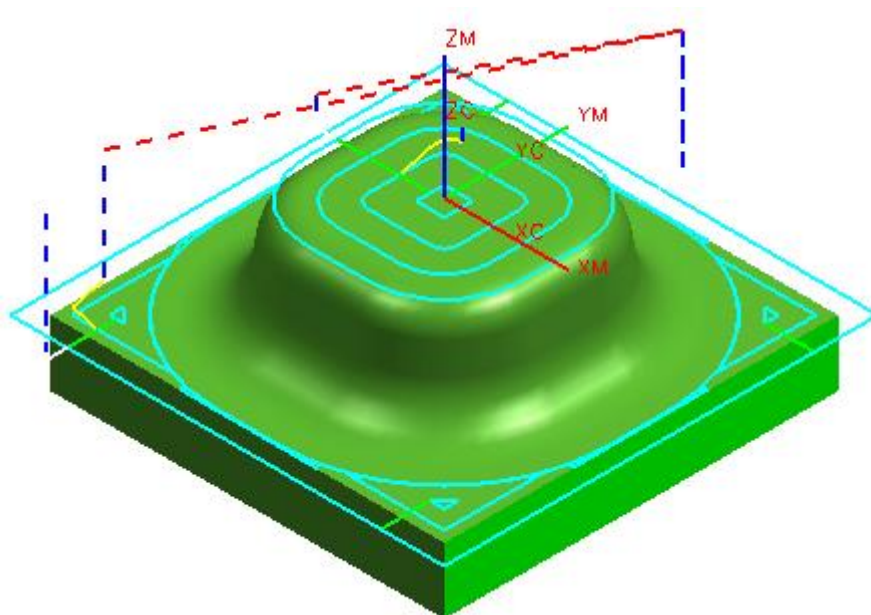

图 6-14
- 生成上述刀轨后，剩余的未加工部分为平面，可使用面铣加工，刀轨如图 6-14 所示，具体过程略。